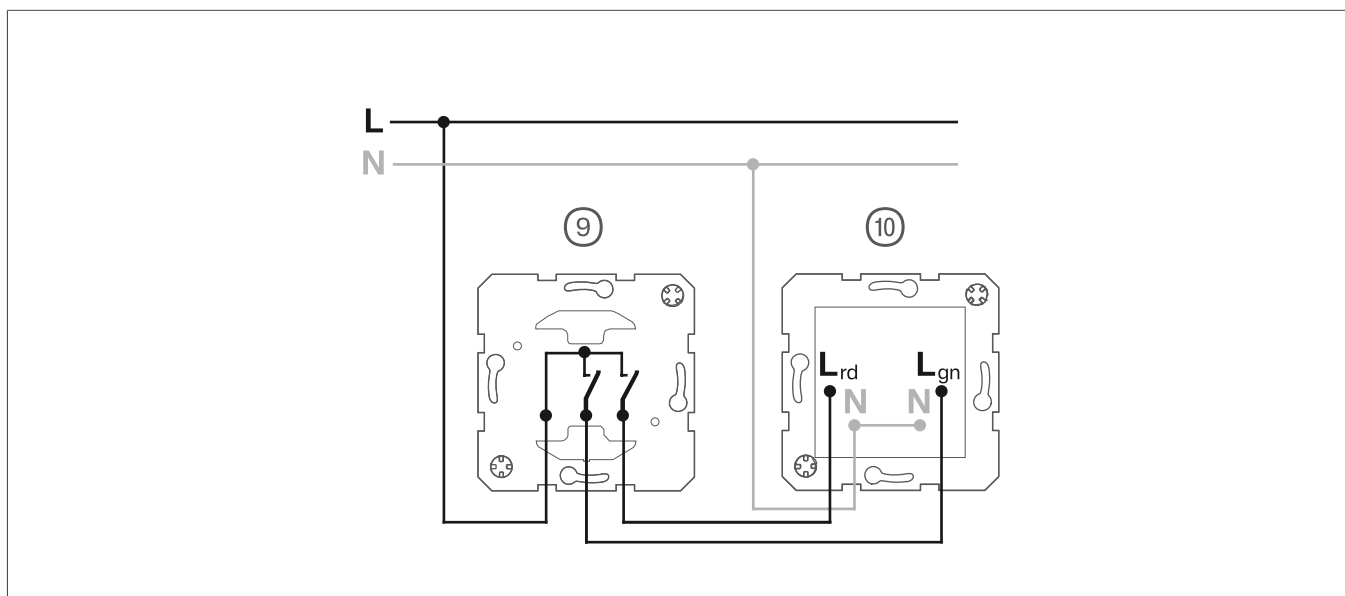

Fig. 3: Esempio di collegamento del segnale luminoso a LED, illuminazione rosso/verde
- 1 Collegare il segnale luminoso a LED secondo l'esempio di collegamento (Fig. 3). Al posto dell'interruttore in serie (9), che può essere utilizzato per commutare entrambi i colori separatamente, è possibile utilizzare un deviatore per consentire una semplice commutazione di entrambi i colori:
- 2 Installare l'inserto (10) in una scatola da incasso. I morsetti di collegamento devono trovarsi in basso.